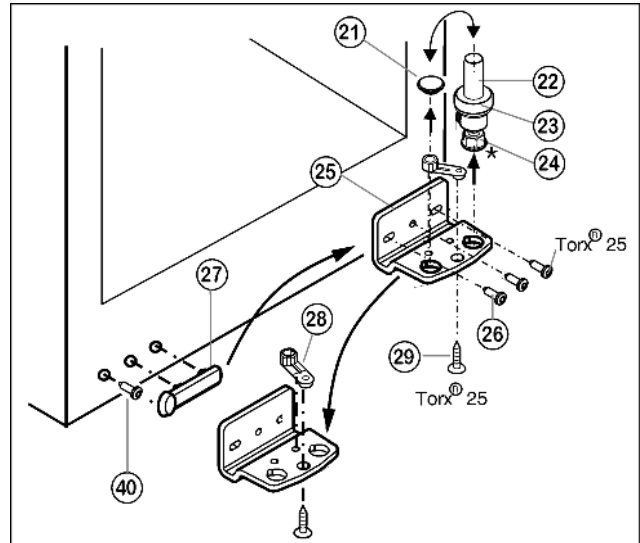

Fig. 5
- Извлеките опорный винт Fig. 5 (22) в комплекте с шайбой Fig. 5 (23) и регулируемой опорой* Fig. 5 (24), вытягивая его вверх.
- Снимите пробку Fig. 5 (21).
- Открутите Fig. 5 (26) опорный кронштейн Fig. 5 (25).
- Открутите Fig. 5 (29) опорную деталь Fig. 5 (28) и, переставив в отверстие на противоположной стороне опорного кронштейна, снова прикрутите.
- Осторожно снимите и переставьте на противоположную сторону крышку со стороны ручки Fig. 5 (27) и винт Fig. 5 (40).
- Снова прикрутите опорный кронштейн Fig. 5 (25) на новой стороне шарнира (с моментом 4 Нм). При необходимости используйте аккумуляторный шуруповёрт.
- Переставьте пробку Fig. 5 (21) в свободное отверстие.
- Вновь установите опорный винт Fig. 5 (22) в комплекте с шайбой и регулируемой опорой*. При этом фиксатор должен быть направлен назад.